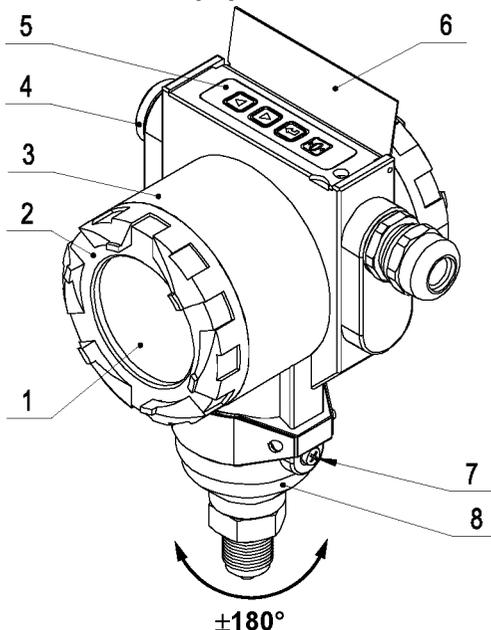

Рисунок 2.2
-- кнопка «» подстройки (корректировки) «нуля» (одна или две – в зависимости от исполнения корпуса). В корпусах с кодом при заказе P1 и P3 внешняя кнопка подстройки нуля расположена сбоку корпуса (см. рисунок 2.2);